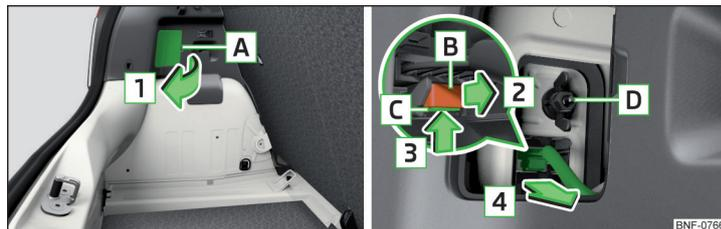

Fig. 179 Démontage des lampes / retrait de la fiche
- Ouvrez le cache dans la zone **A** dans le sens de la flèche **1** » fig. 179.
- Vissez l'écrou en plastique **D** » fig. 179 et serrez-le.